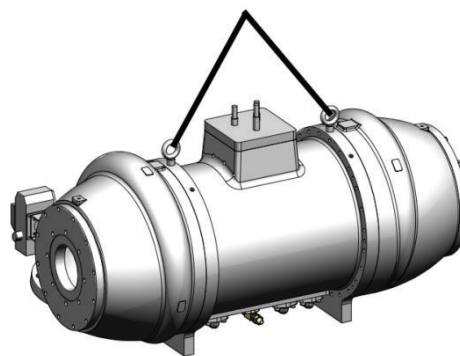

Рис. 3.3. Подъем центробежного компрессора
- a. Отсоедините компрессор и электродвигатель как единое целое от испарителя-конденсатора и поднимайте, как показано на рис. 3.3.